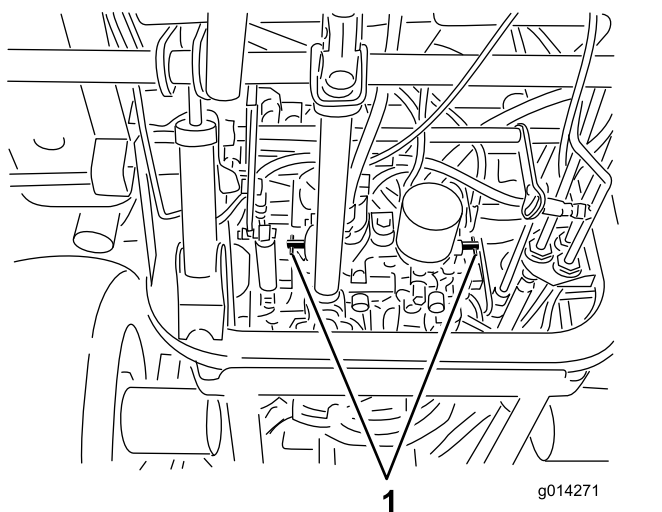

Figura 49
4. Gire las válvulas de desvío una vuelta en el sentido contrario a las agujas del reloj (Figura 49).
1. Gire cada válvula de desvío una vuelta en el sentido de las agujas del reloj y apriételas a mano (Figura 49).
2. Apriete las válvulas a 8 N·m (71 pulgadas-libra) aproximadamente, según se muestra en Figura 49.